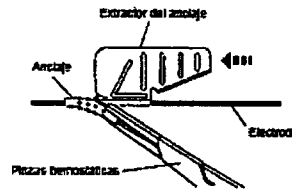

Figura 12. Uso de unas pinzas durante la extracción del anclaje.
7. Empuje el extractor del anclaje a través del resto del anclaje mientras utiliza las pinzas para sujetar un segmento cortado del anclaje en caso necesario (Figura 12).